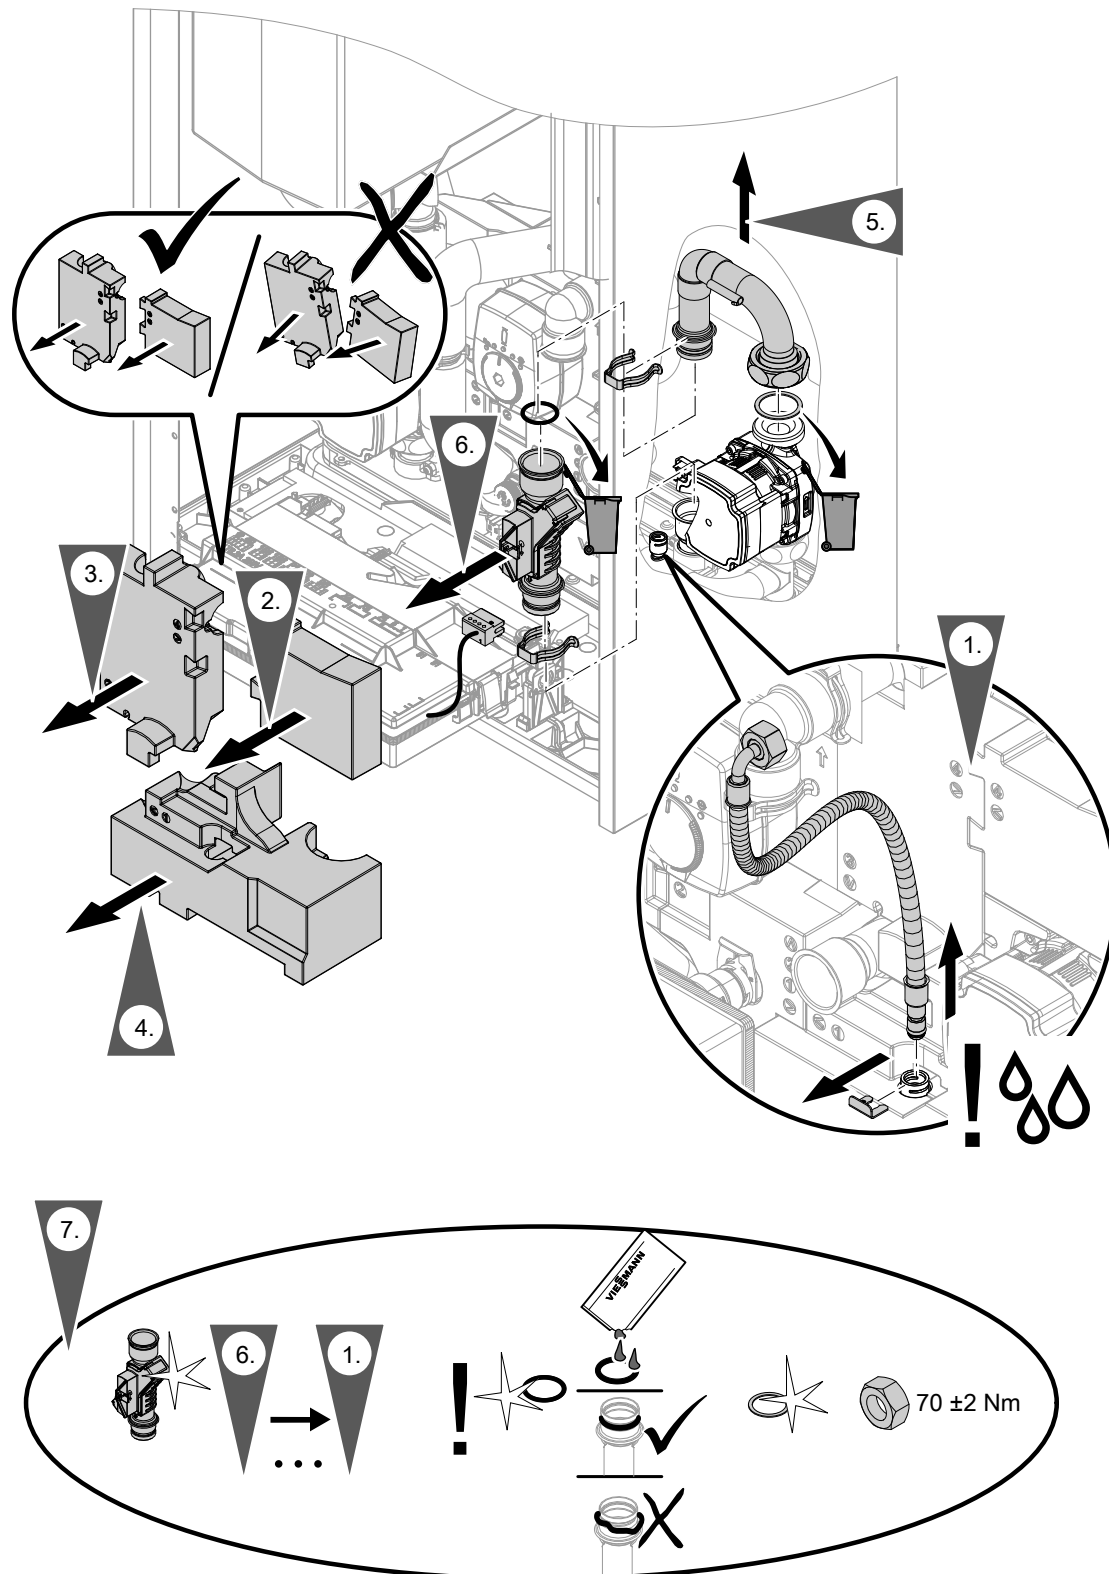

Abb. 97
- Anschlussleitung Volumenströmsensor: Siehe Abb. 97.